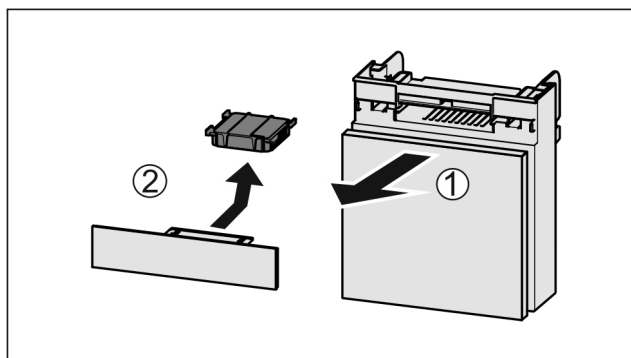

Fig. 128
- ▶ Predal izvlecite Fig. 128 (1) naprej.
- ▶ Odstranite Fig. 128 (2) aktivni ogljeni filter.